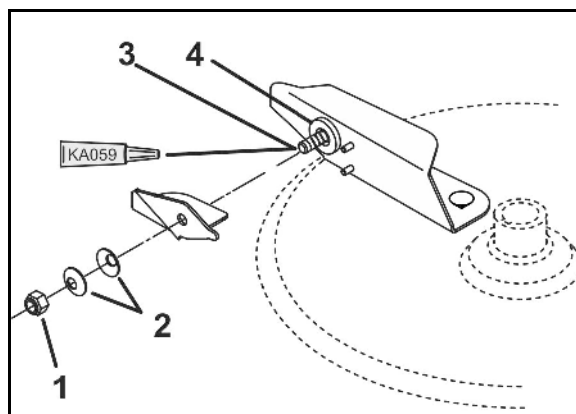

Рис. 90
- 6 болтов взвешивающего элемента (Рис. 90/1)